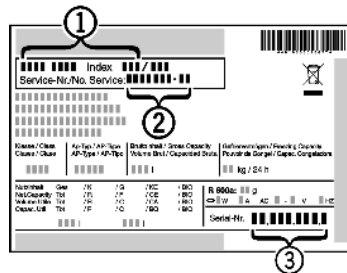

Fig. 24
► Relever la désignation de l'appareil Fig. 24 (1), le n° de service Fig. 24 (2) et le n° de série Fig. 24 (3) sur la plaquette signalétique. Cette plaquette se trouve sur la paroi intérieure gauche de l'appareil.
- Informer le S.A.V. et lui communiquer la panne, la désignation de l'appareil Fig. 24 (1), le n° de service Fig. 24 (2) et le n° de série Fig. 24 (3).